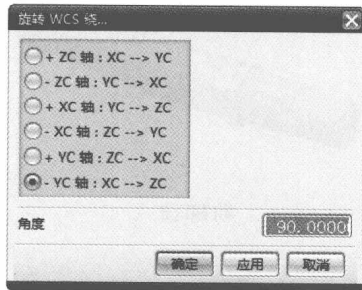

图 1-2 【旋转 WCS 绕】对话框参数设置
(1) 启动 NX 7.0, 单击【新建】按钮, 打开【新建】对话框, 选择【模板】为【模型】, 在【名称】文本框中输入适当的名称, 选择适当的文件存储路径, 单击【确定】按钮。
(2) 选择【格式】|WCS|【旋转】命令, 打开【旋转 WCS 绕】对话框, 选中【-YC 轴: XC-->ZC】单选按钮, 设置【角度】为 90, 如图 1-2 所示, 单击【确定】按钮。